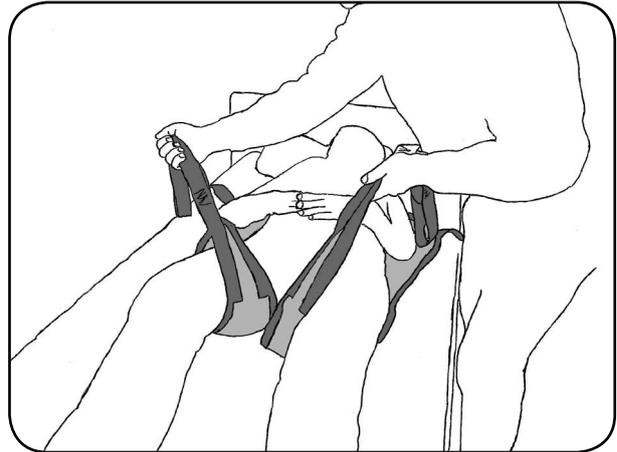

Abb. 9.1.03 - Beinstützen zwischen den Beinen des Patienten positioniert
7. Drehen Sie den Patienten wieder auf den Rücken und ordnen Sie die Beinstützen zwischen den Beinen des Patienten an (Abbildung 9.1.03). Achten Sie darauf, dass die Beinschlaufen gleich lang sind. Die Schulterschlaufen liegen jeweils im Bereich der rechten und linken Schulter.